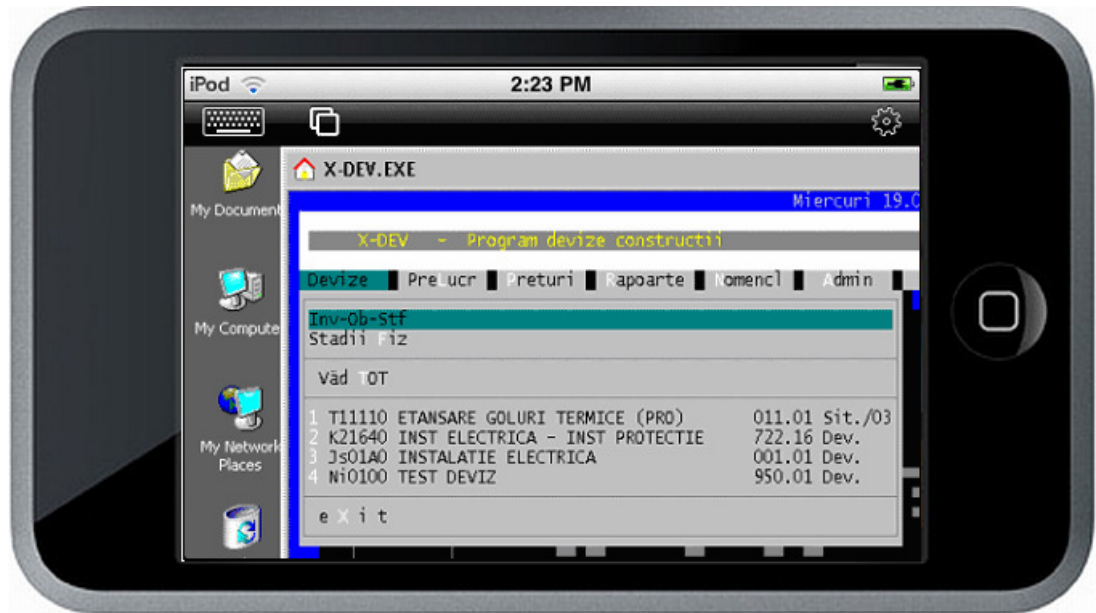

Figura 27: Exemplu de accesare de la distanta de pe un iPod
- Puteti verifica stadiul ofertei oriunde v-ati afla, de pe orice tip de calculator sau chiar de pe unele telefoane/terminale mobile, ca în Figura 27.